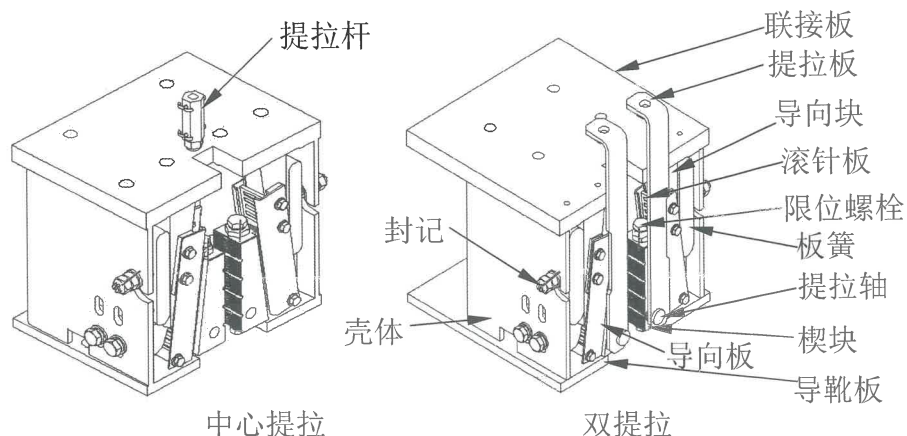

图 1
1.1. 结构示意图(图 1)
2.1.2.安全钳封记部位完好(图 1)。
2.3.5.调整后，通过限速器提拉联动机构，安全钳能可靠动作，反向运行，安全钳能回到初始位置(图 1)。